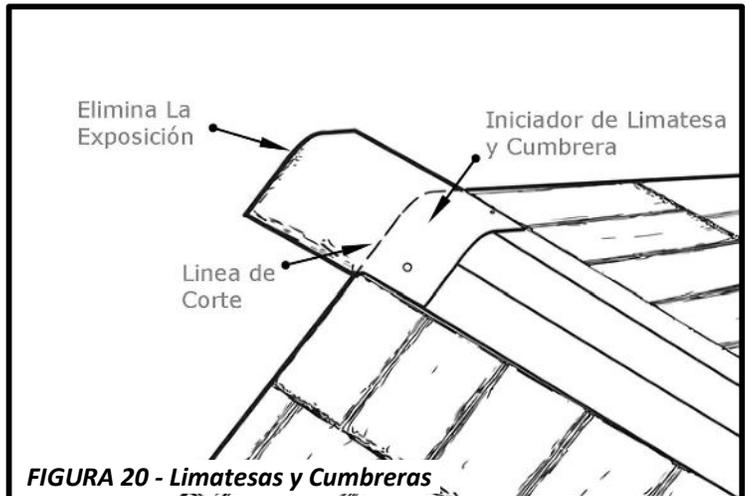
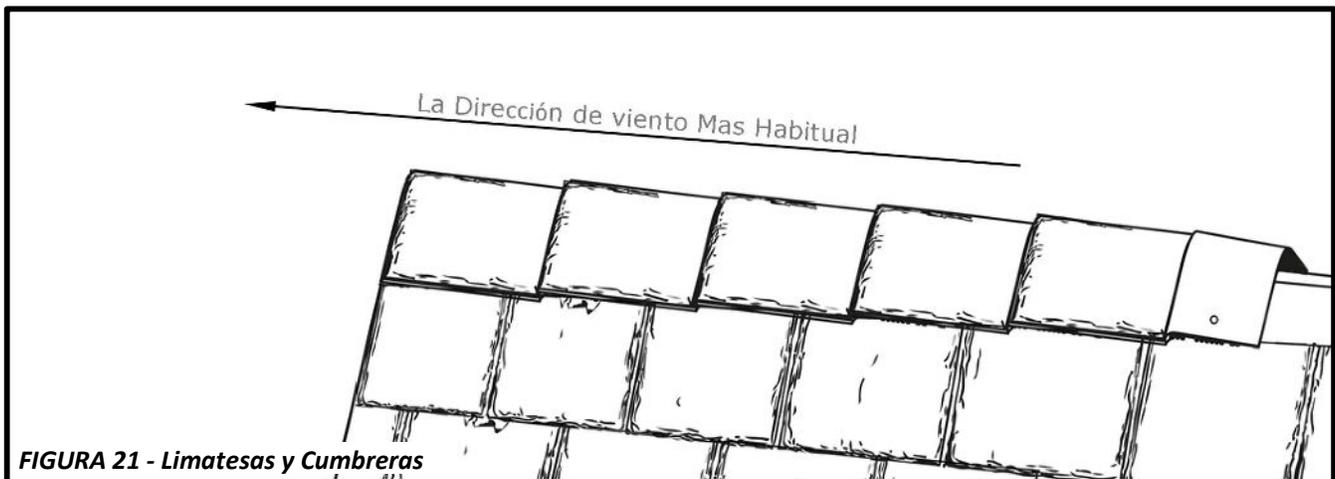

FIGURA 20 - Limatesas y Cumbreras
FIGURA 21 - Limatesas y Cumbreras
- Fabrica tejas de arranque para cumbreras cortando la porción expuesta, como se muestra en la **Figura 20**. Instale las limatesas y cumbreras con la exposición de **7 3/4" (197mm)**. En la cumbrera, empieza las tejas de limatesa y cumbrera en la dirección opuesta al viento prevaleciente, como mostrado en la **Figura 21**. En las limatesas empieza con las tejas limatesa del punto mas bajo de la limatesa. Para mas información, visite www.fwaverroofing.com.